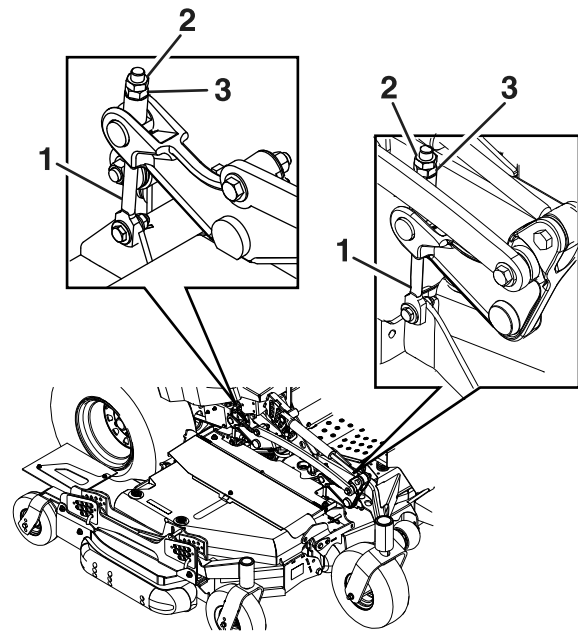

Figura 82
Aflore las contratuercas de la parte superior de cada pletina de ajuste de la carcasa. Gire la tuerca de ajuste del conjunto de elevación de la carcasa delantera para obtener la altura correcta para las puntas delanteras de las cuchillas izquierda y derecha de la carcasa central (Figura 82).
5. Si los 4 mecanismos de ajuste de la carcasa (Figura 82) no tienen holgura suficiente para lograr la altura de corte precisa con la inclinación necesaria, puede utilizarse el sistema de ajuste de un solo punto.
6. Para ajustar el sistema de un solo punto, primero aflore los pernos de montaje delantero y trasero de la placa de altura de corte (Figura 82)